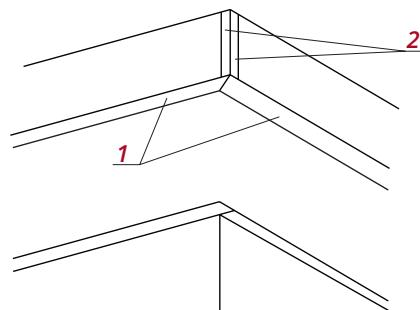

Рис. 12
■ На торцах лобовой доски, например, на переходе от карниза к фронтону, для обрамления J-фаски 1 можно использовать Финишную планку 2 или сделать загиб края, чтобы скрыть кромку (рис. 12).